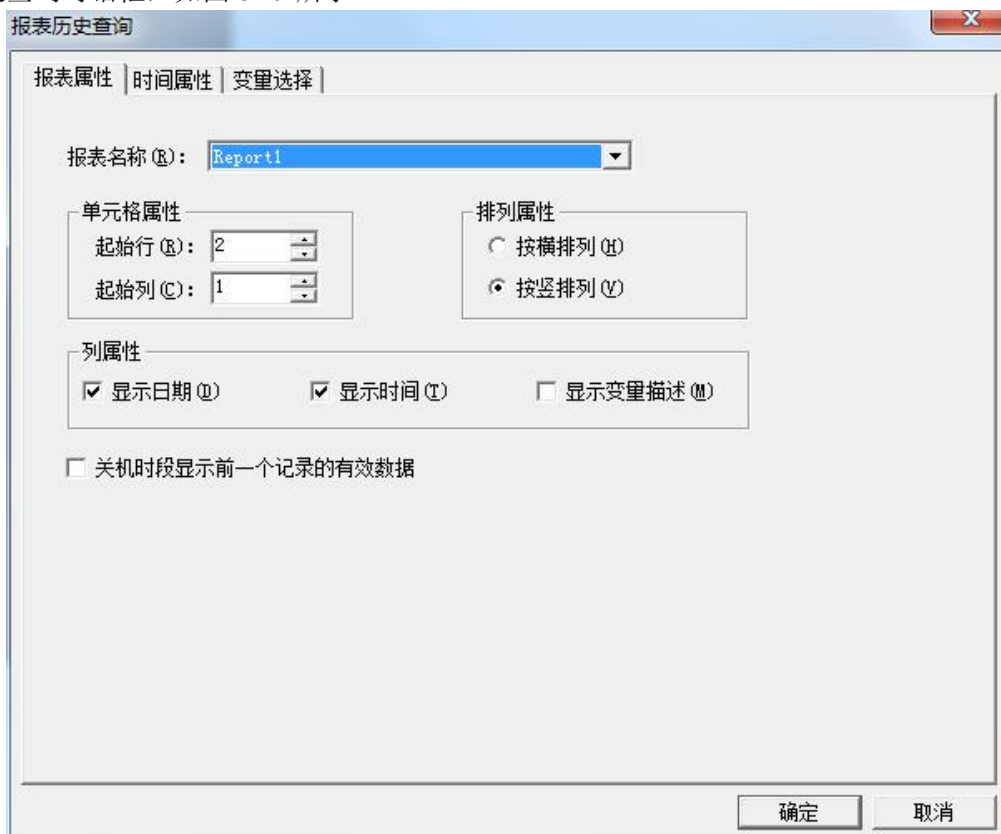

图 8-19
4、单击“文件”菜单中的“切换到 VIEW”命令，运行此画面。单击“历史数据报表查询”按钮，弹出报表历史查询对话框，如图 8-19 所示。
**报表属性页：**在报表属性页中您可以设置报表查询的显示格式，此属性页设置如图 8-19 所示。